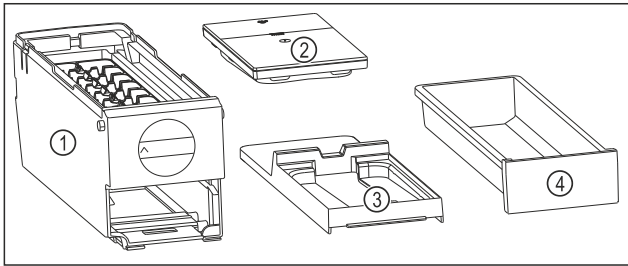

Fig. 84 Komponenter i EasyTwist-Ice
- ▷ EasyTwist-Ice er delt inn i fire deler. (se Fig. 84)
- ▶ Demonter kun delene til EasyTwist-Ice som er angitt på bildet. (se Fig. 84)
- ▶ Hoveddelen til EasyTwist-Ice Fig. 84 (1) rengjøres som en del.